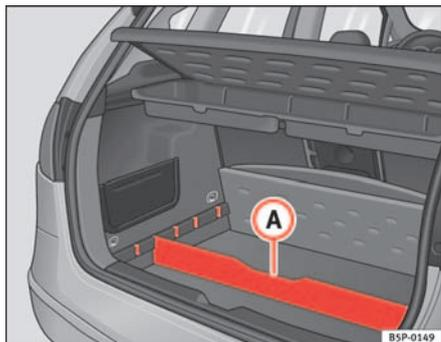

Fig. 104 Separador del piso maletero
- Coloque el separador **A** ⇒ fig. 104, en las ranuras laterales según sea el tamaño de los objetos a transportar. Debajo del portaobjetos se encuentran las herramientas de a bordo y la rueda de repuesto.